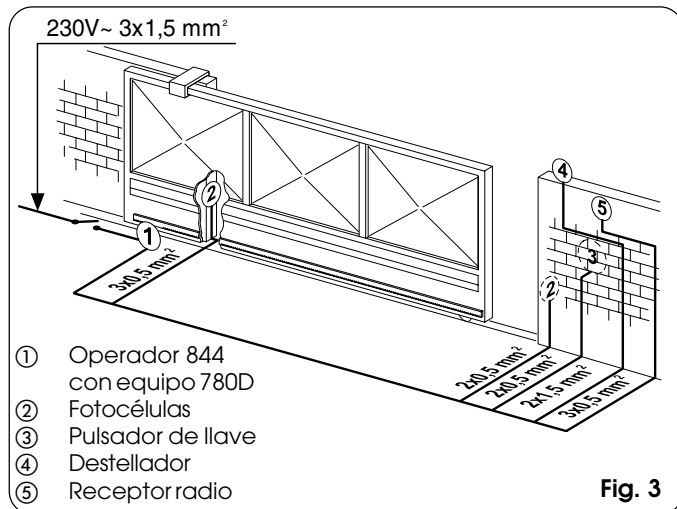

Fig. 3
- 4) Prepare los cables eléctricos para la conexión con los accesorios y la alimentación eléctrica, como se muestra en la Fig.3.